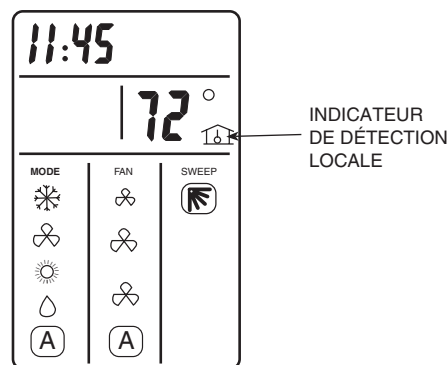

Figure 12 — Indicateur détection locale sur l'écran de la télécommande
- Appuyer sur le bouton SENSE (détection). L'icône « House » (maison) apparaît sur l'écran. Voir Figure 12.